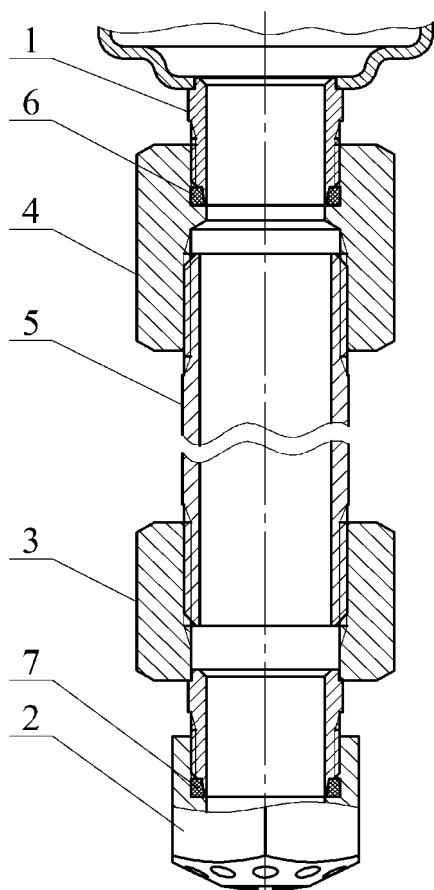

Рисунок 3
- ж) по заявке Потребителя (см. рисунок 3):
4.1.3 Для вывода насадка-распылителя в свободную зону через подвесной потолок типа Грильято, Армстронг и т.п. или его перемещения в рабочую зону эффективного пожаротушения при монтаже МУПТВ на потолочном перекрытии высотой более 9 м модуль может быть дополнительно укомплектован удлинителем, соединяющим выпускную горловину МУПТВ 1 с насадком-распылителем 2 (см. рисунок 3).
6.9 При монтаже насадка-распылителя через удлинитель (см. рисунок 3) провести следующие работы. Собрать удлинитель согласно рисунку 3. Перед сборкой на наружные резьбы трубы **5** нанести герметик, например, ТЕКАСИЛ NEUTRAL PROFI, после чего накрутить до упора переходники **3**, **4**. В зарезьбовые участки отверстий насадка-распылителя **2** и переходника **4** установить резиновые кольца **6**, **7**. На наружную резьбу переходника **3** накрутить до упора насадок-распылитель **2**. Соединить удлинитель через резьбовое соединение с выпускной горловиной МУПТВ **1**. При монтаже необходимо обеспечить перпендикулярное направление оси удлинителя относительно горизонтальной плоскости.
При наличии удлинителя (см. рисунок 3) дополнительно: